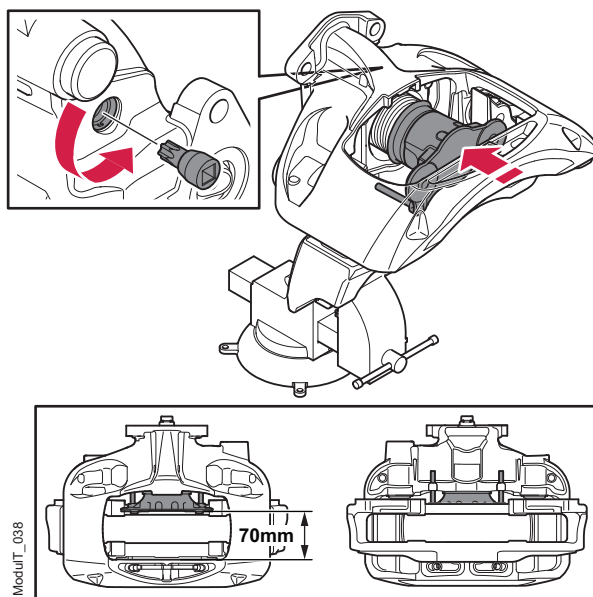

Figura 45. Cargar la placa de empuje
Véase la figura 45.
10. Acto seguido, repliegue la placa de empuje hasta que la distancia entre la cara de la pastilla interior de la placa de empuje y la cara de la pastilla exterior de la pinza sea de 70 mm, como muestra la figura 45.